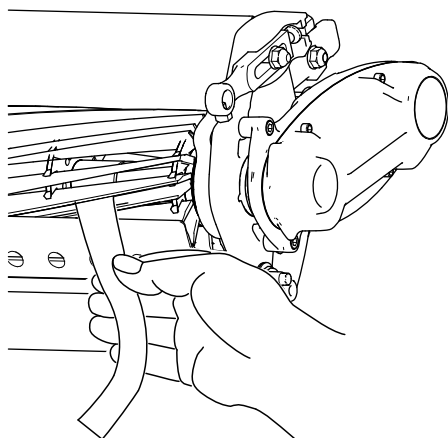

Рисунок 9
- В. Вставьте длинную полоску специальной бумаги Toro (№ 125-5610 по каталогу Toro) между барабаном и неподвижным ножом перпендикулярно неподвижному ножу (Рисунок 9), затем **медленно** вращайте барабан вперед; при этом бумага должна разрезаться; в противном случае повторяйте пункты А и В до тех пор, пока бумага не начнет разрезаться.
11. Вставьте длинную полоску специальной бумаги Toro (№ 125-5610 по каталогу Toro) между барабаном и неподвижным ножом перпендикулярно неподвижному ножу (Рисунок 9), затем **медленно** поворачивайте барабан вперед; при этом бумага должна разрезаться; в противном случае поверните регулировочный винт неподвижного ножа по часовой стрелке на один щелчок и повторите действия, описанные в этом пункте; выполняйте эту процедуру до тех пор, пока бумага не начнет разрезаться.